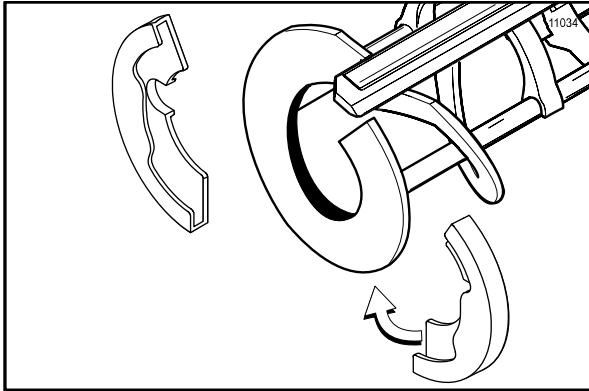

Abbildung 132
5. Die Rührwerksschuhe anbringen. (Siehe Abbildung 132.)